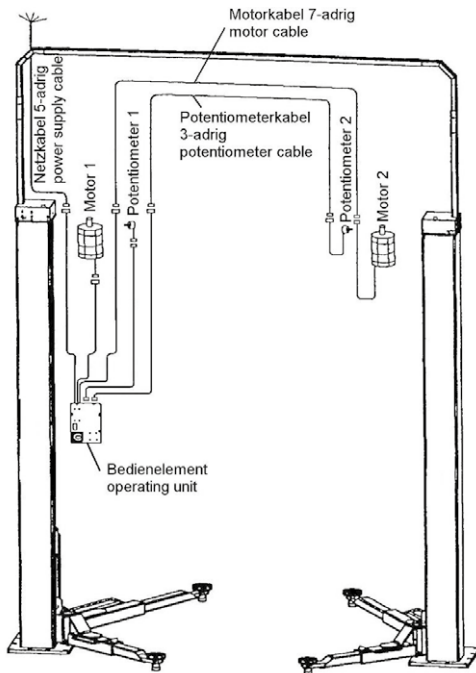

Bild 23: Kabelverlauf mit Verwendung von Steig- und Querrohr
- Kabel gemäß der Zeichnung (Bild 23) in dem Steig- und Querrohr der Hebebühne verlegen und die passenden Stecker zusammenfügen: Achten Sie besonders auf sichere Kontaktgabe der Steckverbindungen.